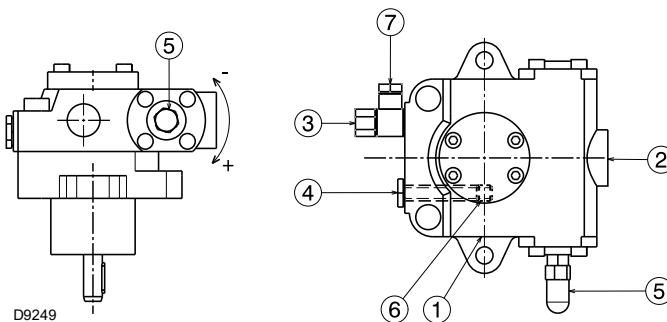

Рис. 22
Они устанавливаются на горелку с закрытым байпасом с помощью винта б) (Рис. 22).
- Для автоматического запуска насоса (Рис. 22) необходимо отвернуть винт 4) насоса, чтобы выпустить воздух, содержащийся во всасывающем трубопроводе.
Обозначения (Рис. 22)
Вышеуказанная операция возможна, так как насос поступает с завода заполненным топливом. Если насос был опорожнен, перед запуском заполните его топливом через колпачок вакуумметра 4)(Рис. 22), в противном случае он будет заедать.